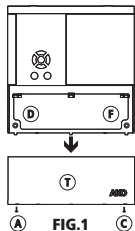

FIG.1
- Retirar la tapa T del equipo (Fig.1)
- Insertar y apretar los tornillos D,F (Fig.1).
- Juntar el frontal con la caja, a través del panel, y apretar los tornillos de 45 mm a través de los taladros D,F,G,J (Fig.1 y 3)
- Después de conectar los cables según el esquema de conexionado, cerrar la tapa T, insertar y apretar los tornillos A,B,C (Fig.1)